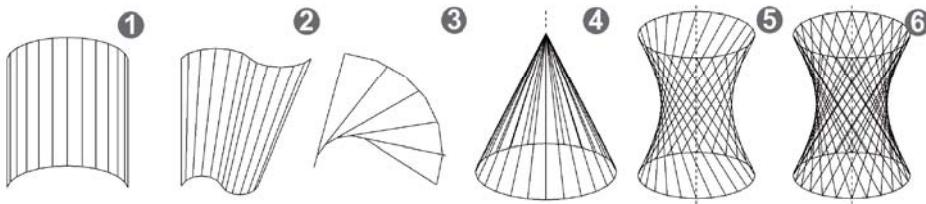

图 1.3.6 直纹面与直纹曲面
- ① 圆柱面 (Cylindrical surface);      ⑦ 球面 (Spherical surface);
- ② 椭圆柱面 (Elliptic cylinder);      ⑧ 椭球面 (Ellipsoid);
- ③ 双曲柱面 (Hyperbolic cylinder);      ⑨ 椭圆抛物面 (Elliptic paraboloid);
- ④ 抛物柱面 (Parabolic cylinder);      ⑩ 单叶双曲面 (Hyperboloid of one sheet);
- ⑤ 圆锥面 (Conical surface);      ⑪ 双叶双曲面 (Hyperboloid of two sheets);
- ⑥ 椭圆锥面 (Elliptic cone);      ⑫ 双曲抛物面 (马鞍面) (Hyperbolic paraboloid)。
(3) 直纹面。可以描述为直线扫过的一组点形成的面，如图 1.3.6 ①②③⑤⑥ 所示。如保持线的一个点固定，另一个点沿着圆移动形成锥体，如图 1.3.6 ④所示。如果通过其每个点都有两条不同的线，那么表面是双重的。双曲抛物面和双曲面是双重曲面（截图略）。